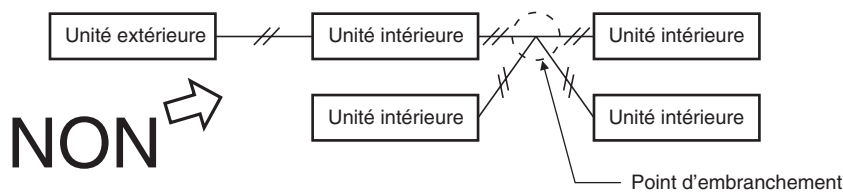

Fig. 4-4
- (3) Ne pas installer le câble de commande entre unités en montage en étoile. Le câblage avec montage en étoile provoque un réglage avec mauvaise adresse. (Fig. 4-4)